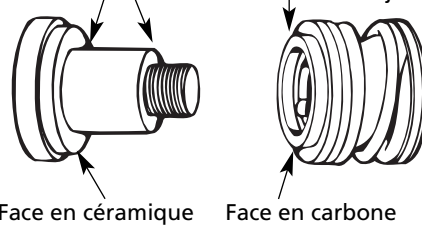

Figure 23 – Ne pas endommager le joint sur l'épaulement de l'arbre
IMPORTANT : S'assurer de ne pas entailler ni rayer la face en carbone lors du passage par-dessus l'extrémité fileté et l'épaulement de l'arbre (voir Figure 23). La surface en carbone doit rester propre pour éviter de raccourcir la durée de vie du joint.
- c. VÉRIFIER que le tampon en caoutchouc (voir Figure 23) reste en place à la partie supérieure du diffuseur.